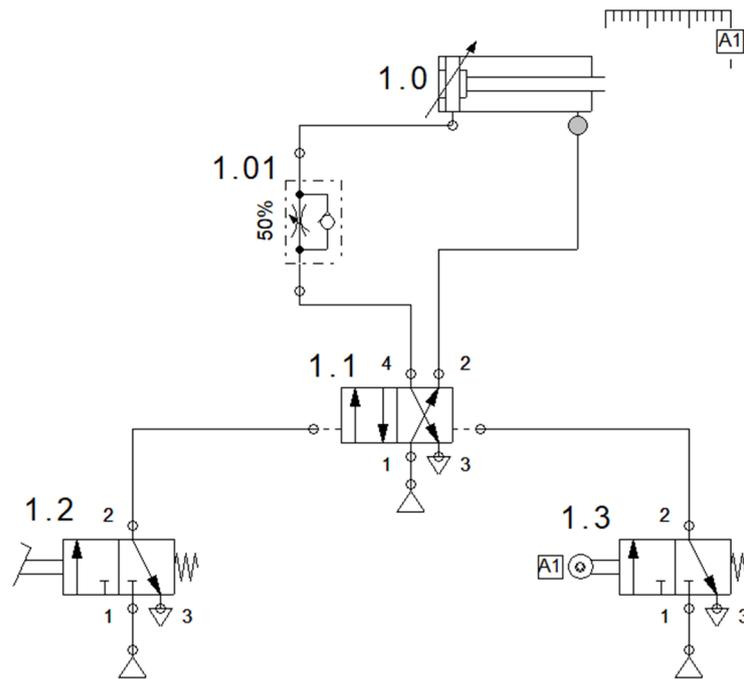

Figura 2. Circuito neumático.
**Pregunta 2. Realice las tareas indicadas en esta pregunta cuya puntuación se indica en las mismas.** Respecto al circuito neumático representado en la Figura 2 adjunta, se solicita: